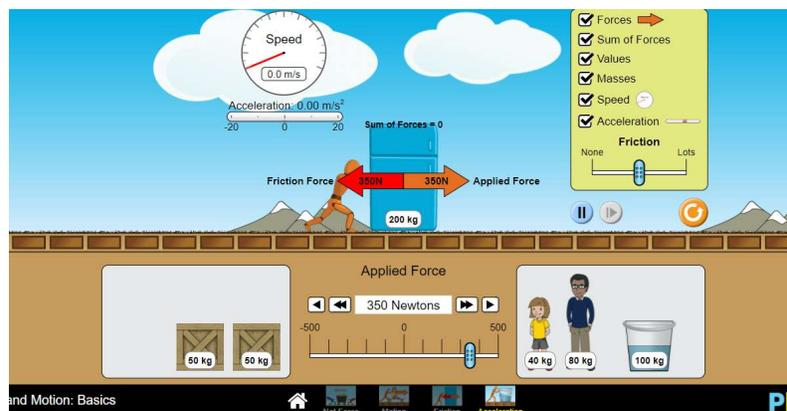

Figura No. 4
I.9 Reinicie la simulación y utilizando la fricción inicial, tal como la muestra la *Figura No. 4*, prediga que va a pasar si utiliza el refrigerador y la fuerza máxima que se puede aplicar es de 500 N; verifique su predicción en el simulador.